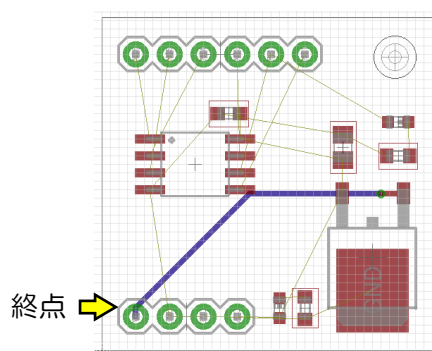

図 22
③ ④点をクリックした後, 配線層を Bottom レイヤーに変更し終点まで配線します。 図 22